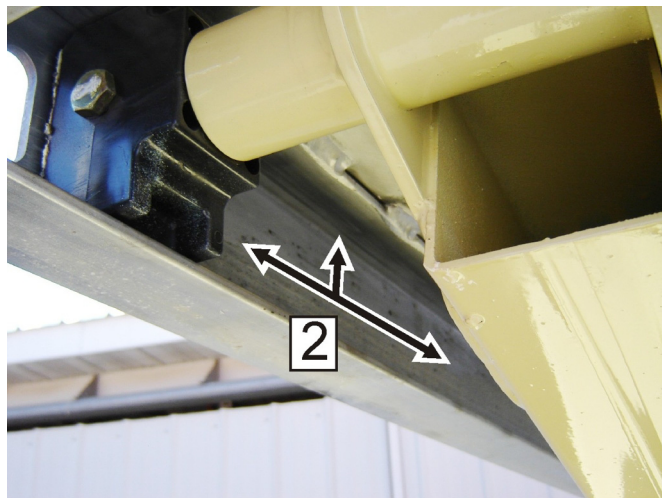

Figure 5-3. Rails de plaquettes coulissantes supérieures
4. Appliquer une couche de graisse à l'intérieur et sur le rail coulissant supérieur (2) des deux côtés de la machine. Voir Figure 5-3., Rails de plaquettes coulissantes supérieures.